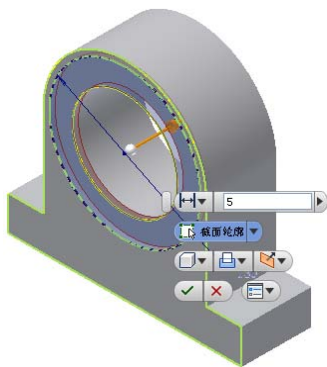

图 7-32 拉伸示意图
②退出草图环境，进入零件特征环境，选择【拉伸】工具进行拉伸，拉伸示意图如图 7-32 所示。